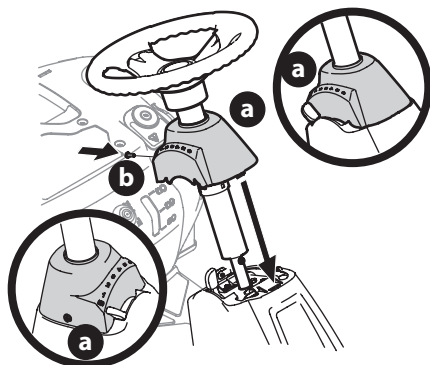

Figura 4
7. Deslice la tapa del pedestal (a) hacia abajo sobre el tractor cortacésped y rótelala ligeramente a la derecha para calzarla en su lugar. Sujete la tapa del pedestal (a) con el tornillo (b) que extrajo antes (Figura 4).